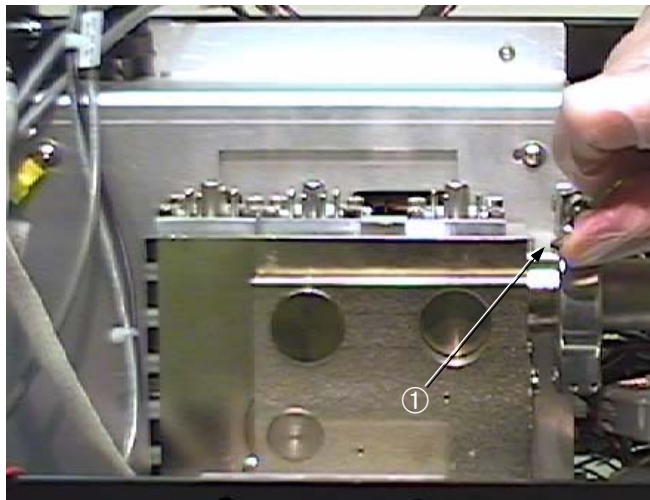

Figura 4-5 Abrazadera de Liberación Rápida KF-25
- Extraiga la abrazadera de liberación rápida KF-25 (ISO NW-25) ① para desconectar el tubo del espectrómetro del sistema de vacío de la 979 (Figura 4-5).